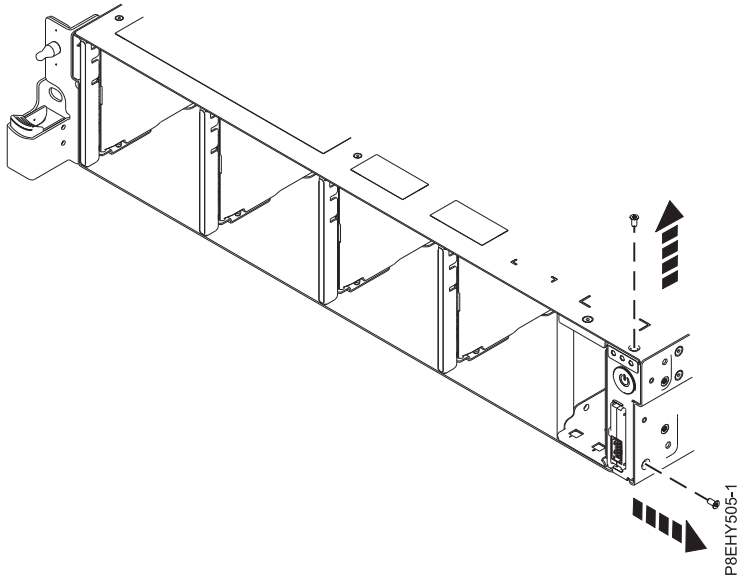

Figura 67. Extracción de los tornillos de la parte superior y lateral
8. Extraiga los tornillos de la parte superior y lateral del interruptor de alimentación. Consulte la Figura 67 en la página 58.